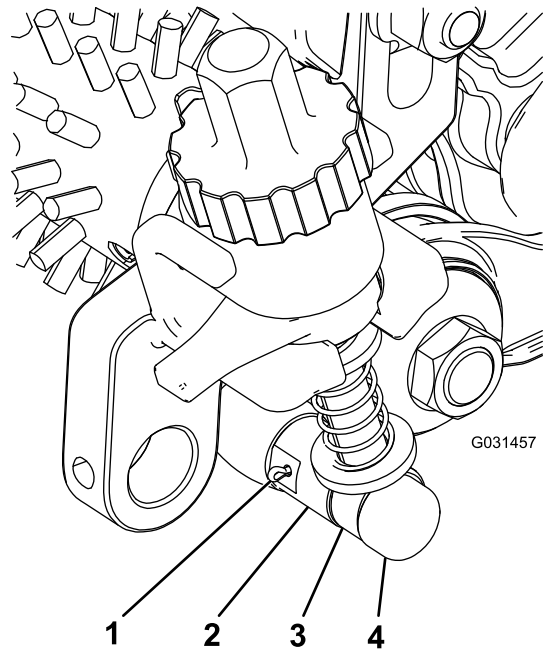

Bild 20
4. Fluchten Sie die Einstellarmstange in der Nähe der Riemenscheiben mit dem Einstell-Stelling an den Riemenscheiben aus und befestigen sie mit einem Einstellerstift und einem Splint (Bild 20).